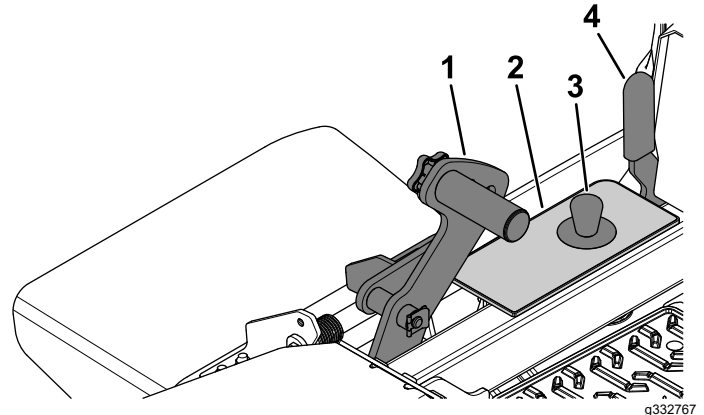

Figura 32
1. Presione el pedal de elevación de la carcasa hacia adelante del todo para bloquear la carcasa de corte en la posición de TRANSPORTE (que es también la posición de altura de corte de 127 mm (5")), como se muestra en la Figura 32.
2. Para ajustar la altura de corte, retire el pasador del soporte de altura de corte (Figura 32).
3. Seleccione el orificio del soporte de altura de corte que corresponde a la altura de corte deseada, e inserte el pasador (Figura 32).